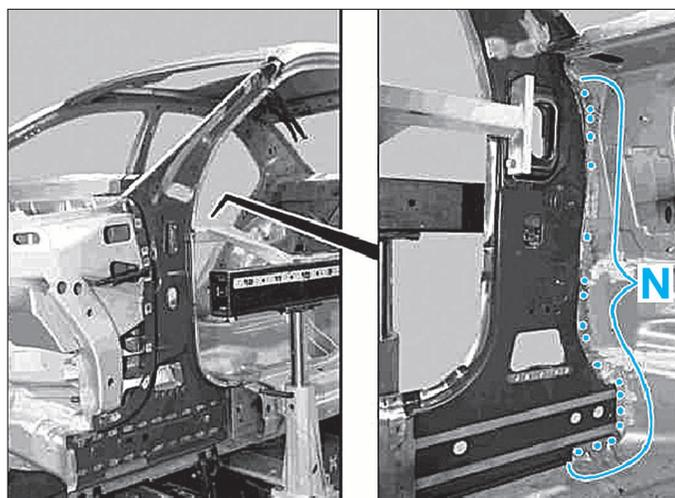

FIG. 45
- Effectuer la coupe selon la ligne de coupe (S).
- la doublure sur la caisse zone (N) (Fig.45).